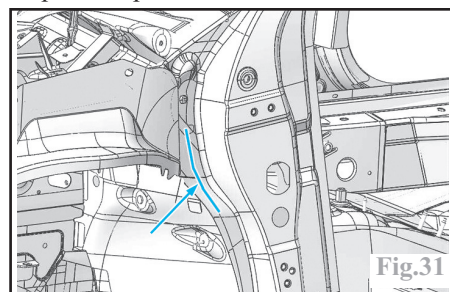

Fig.31
- Appliquer une colle structurale (**B3**) (flèche) (Fig.31).